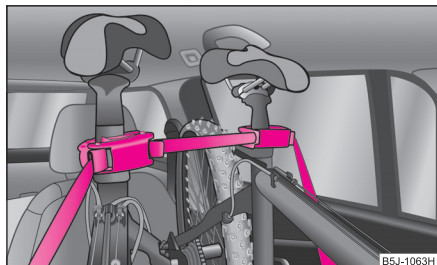

Fig. 82 Asigurarea bicicletei cu coliere
- Așezați colierul cu partea din cauciuc în față (direcția de mers) cât mai jos posibil la tija șeii și închideți colierul ⇒ fig. 82.
- În cazul transportării a două biciclete, prindeți centura ⇒ fig. 82 între tijele șeilor, împingând bicicletele unele în altele.